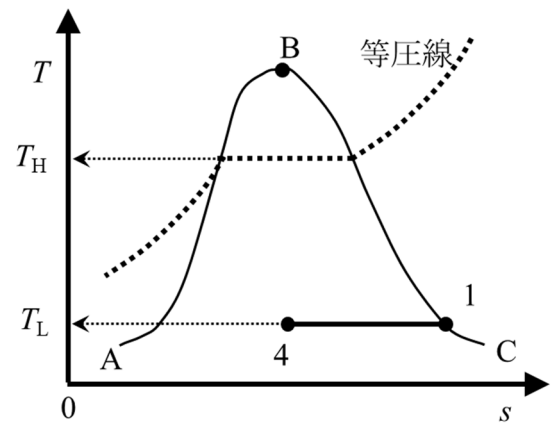

図3.2 $T-s$ 線図.
(2) 状態4の乾き度 x_4 を表3.1の記号を使って表せ。
(3) 図3.2の $T-s$ 線図上にこのサイクルを描け。なお状態1, 4は予め与えている。
(4) 表3.1の記号, および l_c, x_4 を使って状態1, 2, 3, 4の比エンタルピー, 比エントロピーを求め、次の表にまとめて示せ。